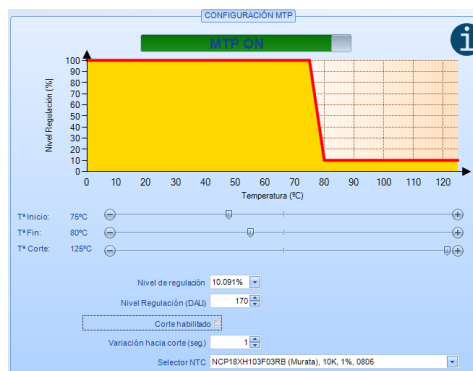

Fig. 10- MTP sin temperatura de corte
- **Sin temperatura de corte** (Fig. 10).